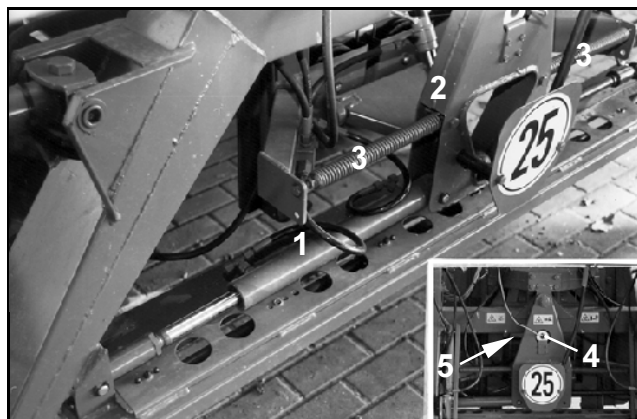
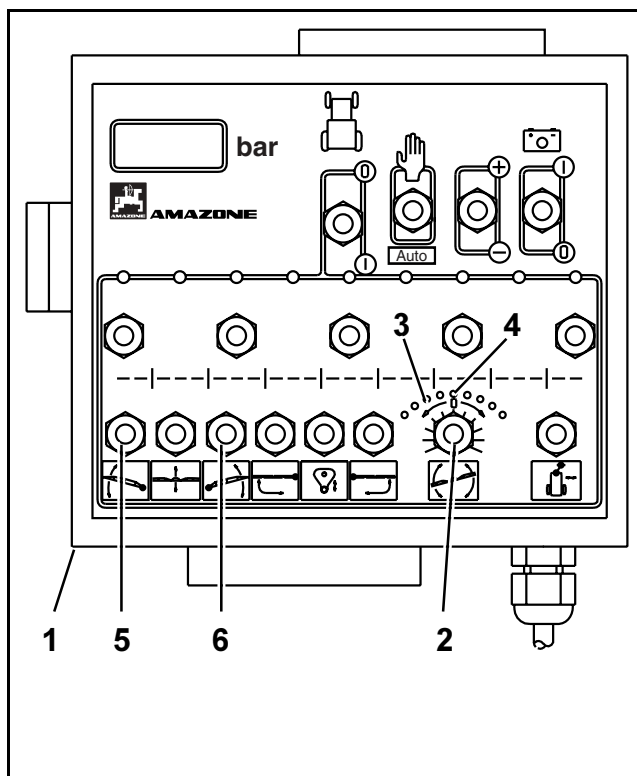

Рис. 119
Рис. 120
- При помощи клавиши (Рис. 120/2) установите штанги параллельно к раме опрыскивателя.
- Потенциометр (Рис. 119/4) на ролике, вокруг которого обвита нить (Рис. 119/5), проверните рукой, пока не загорится центральный диод (Рис. 120/4).